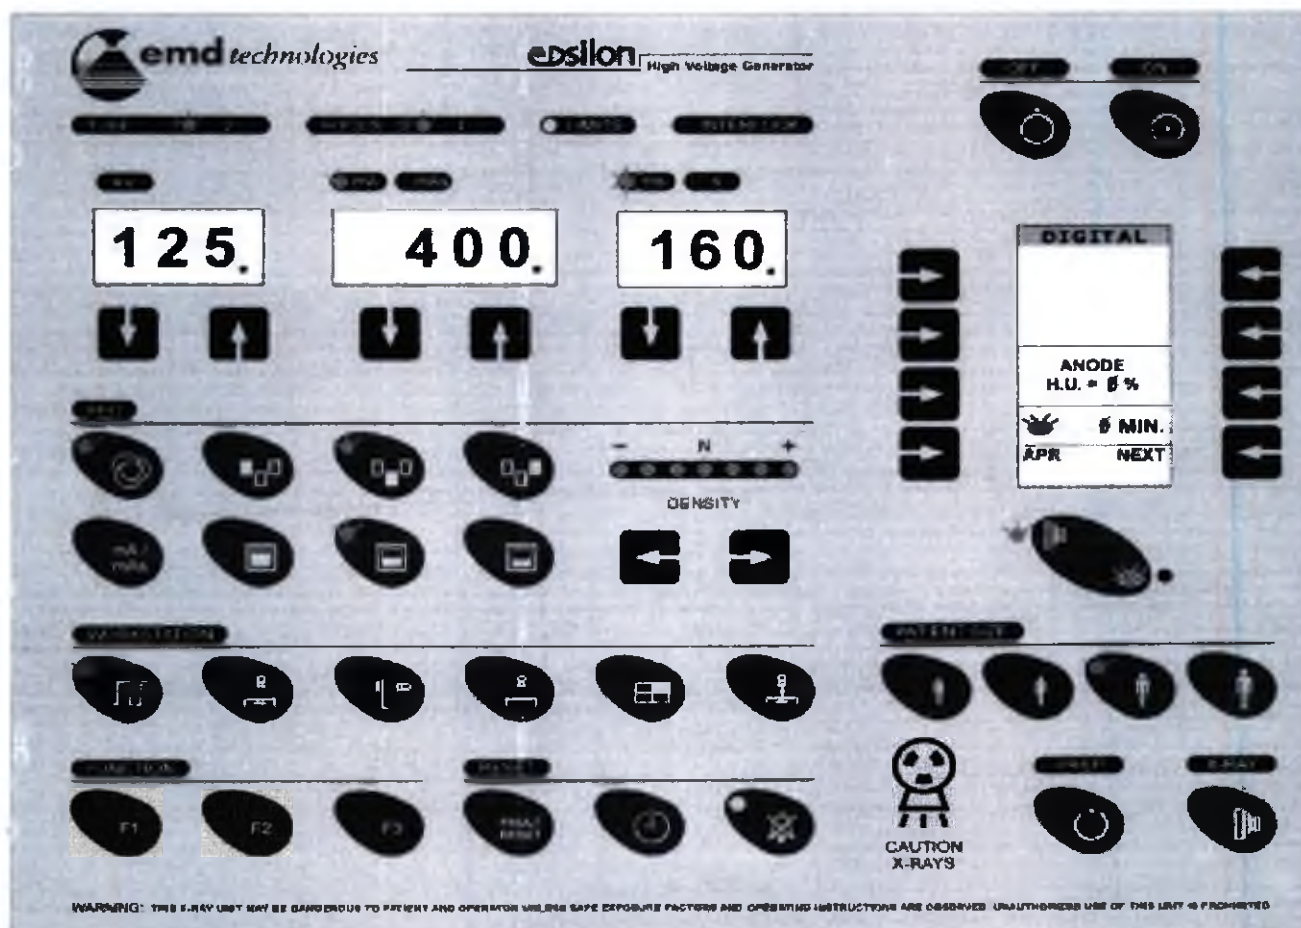

Рисунок 29 – Консоль оператора при запуске.
Текущее рабочее место отобразится в верхней части графического экрана (**Digital**, на рис. 29) и светящимся индикатором рабочей станции. Доступны до (6) рабочих мест.